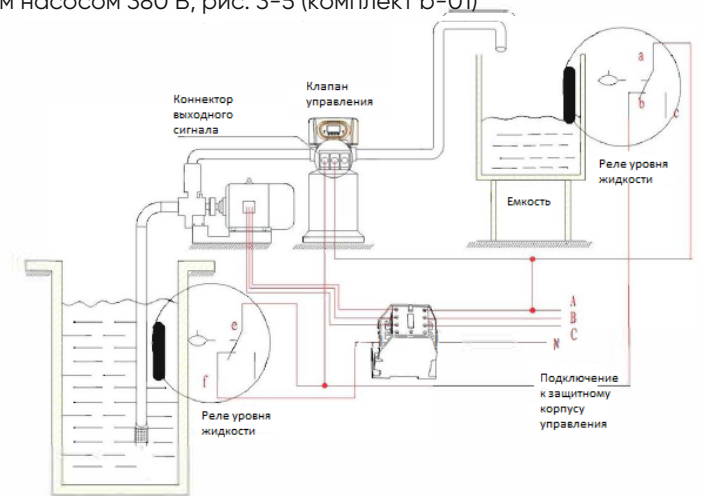

Рисунок 3-5 Включение контроллера уровня жидкости, управляющего всасывающим насосом
4) Переключатель уровня жидкости в водяном баке управляет трехфазным всасывающим насосом 380 В, рис. 3-5 (комплект b-01)